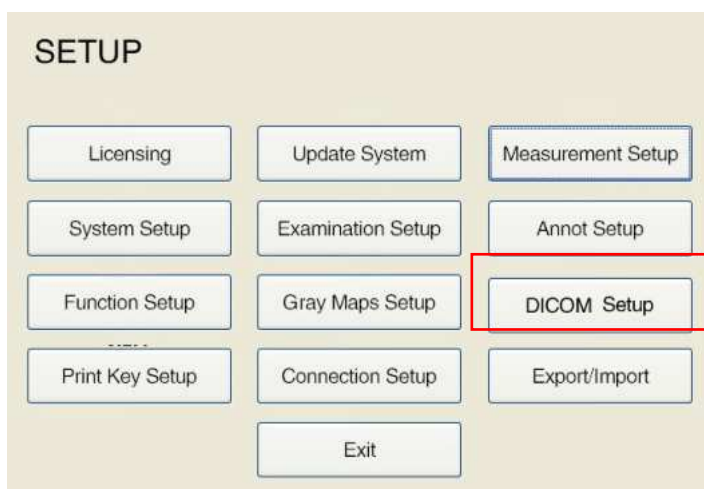

Fig. D-6 Tela principal de configuração
- 1) Toque em **Setup** na tela de toque do sistema de ultrassom para abrir a **tela SETUP**, como mostrado na Fig. D-6.